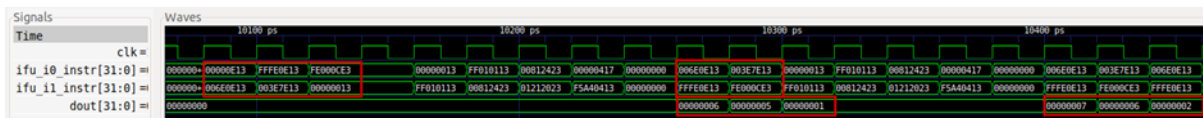

Figura 90. Ejecución de las tres instrucciones aritmético-lógicas del ejemplo
14. Amplíe el zoom alrededor de 10100 ns, donde analizará la ejecución de las tres instrucciones aritmético-lógicas de la primera y segunda iteración del bucle (Figura 90). Las dos primeras instrucciones (*li t3, 0x0 = 0x00000E13* y *addi t3, t3, 6 = 0x006E0E13*) se leen primero, una en cada vía del procesador superescalar RISC-V como se muestra en las señales *ifu_i0_instr[31:0]* e *ifu_i1_instr[31:0]*. Las dos instrucciones siguientes (*addi t3, t3, -1 = 0xFFFFE0E13* y *andi t3, t3, 3 = 0x003E7E13*) se leen en el siguiente ciclo. Las dos últimas instrucciones (*beq zero,*
Debido al pipeline de 9 etapas del core SweRV y las dependencias entre instrucciones, los efectos de las instrucciones se ven ocho o más ciclos después que las instrucciones se leen. Ocho ciclos después que se leen las dos primeras instrucciones, en el registro x28 (t3) se escribe un 0 (que ya lo había) debido a la primera instrucción: li t3, 0x0 (0x00000E13). Un ciclo más tarde, el registro x28 se actualiza a 0x6 debido a la siguiente instrucción: addi t3, t3, 6 (0x006E0E13). Un ciclo más tarde, el registro x28 se actualiza a 5 debido a la siguiente instrucción: addi t3, t3, -1 (0xFFFFE0E13). Finalmente, x28 se actualiza a 1 debido a la siguiente instrucción: andi t3, t3, 3 (0x003E7E13). Luego se leen las siguientes dos instrucciones: beq zero, zero, REPEAT (0xFE000CE3) y nop (0x00000013), se toma el salto y se repite el bucle, tal y como se predice en la Figura 89. Utilizando un razonamiento similar, se puede analizar la segunda iteración, que también se destaca en la Figura 90 y se pronostica en la Figura 89.